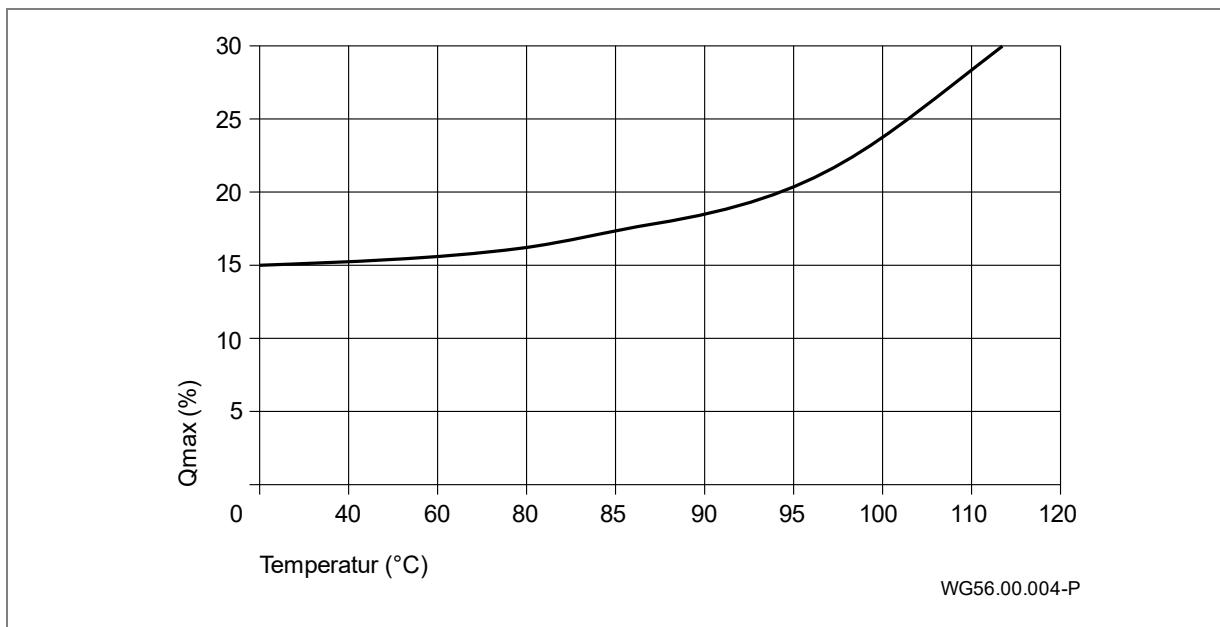

Abb. 1
- Mindestförderstrom muss eingehalten werden. Der Mindestförderstrom entspricht einem von der Mediumtemperatur abhängigen Prozentsatz des maximalen Förderstrom  $Q_{max}$ . Siehe "Abb. 1" auf Seite 11